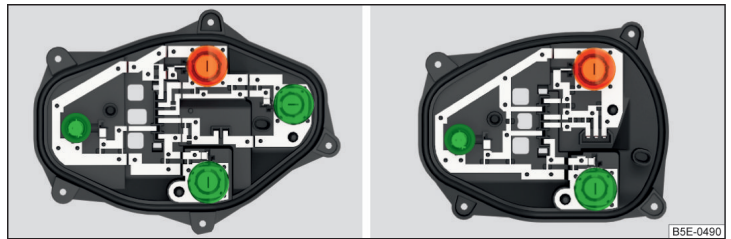

Abb. 243 Innerer Teil der Leuchte: Grundleuchte / Leuchte mit LED-Leuchtmitteln
- › Die jeweilige Glühlampe » Abb. 243 bis zum Anschlag entgegen dem Uhrzeigersinn drehen und aus dem Lampenhalter herausnehmen.